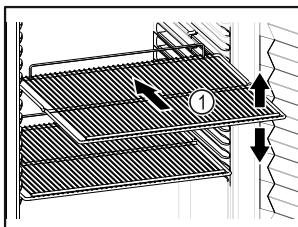

Fig. 53 Príklad zobrazenia
- Ak sa dajú odkladacie rošty Fig. 53 (1) premiestniť, prispôsobte výšku.